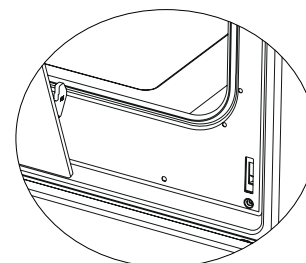

Figura 16.2
4. Para retirar a porta do forno, quando esta estiver quase fechada, puxe-a para cima, segurando-a com as duas mãos para a separar (como na figura 16.2).